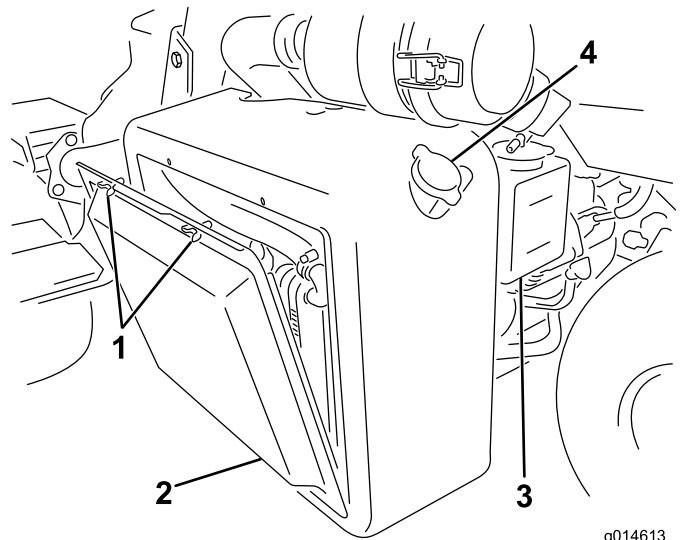
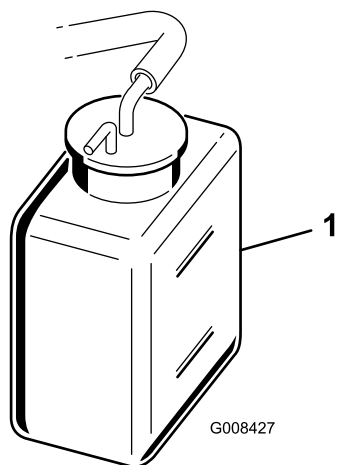

Figure 45
Figure 46
1. Retirez l'écran du radiateur (Figure 45).
2. Contrôlez le niveau de liquide de refroidissement (Figure 45 et Figure 46).